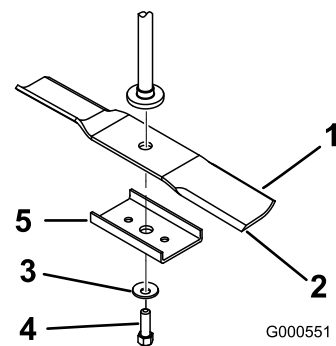

Figura 57
2. Retire a cavilha da lâmina, a anilha curva, esticador de lâmina e lâmina do eixo (Figura 57).
1. Instale a lâmina no veio (Figura 57).
2. Instale um esticador de lâmina, a anilha curva (lado oval virado para a lâmina) e o parafuso da lâmina) (Figura 57).